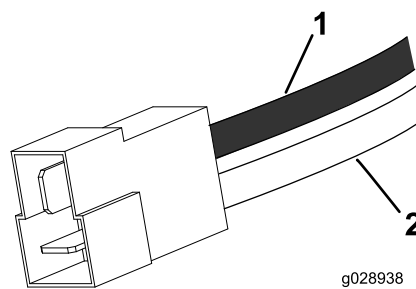

Figura 11
6. Introduzca los terminales de los cables en el conector de plástico (Figura 11).